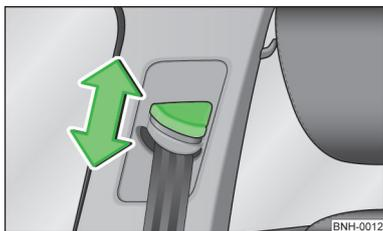

Fig. 81
- Poussez sur la ferrure de renvoi dans la direction souhaitée, vers le haut ou vers le bas » fig. 81.